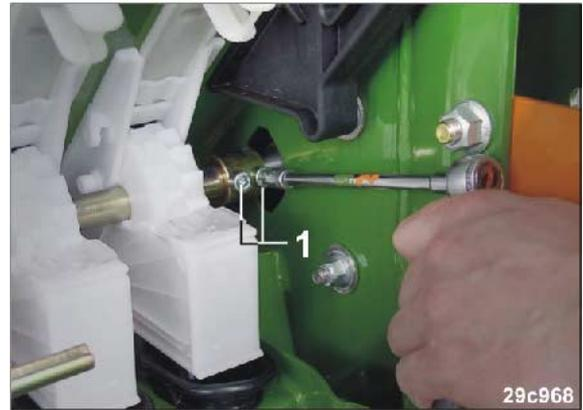

Fig. 235
4. Soltar los tornillos (Fig. 235/1).